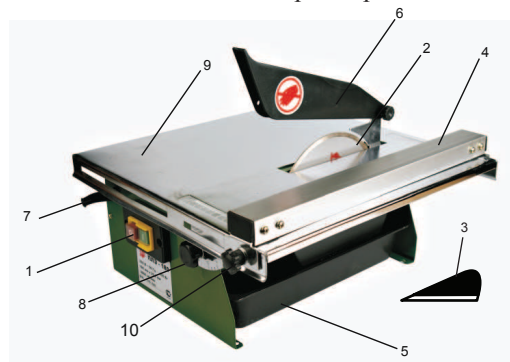

рис. 1
4.1 Общий вид плиткореза представлен на рис. 1:
6.16 Запуск плиткореза осуществляется путём нажатия на выключатель 1 (рис. 1).